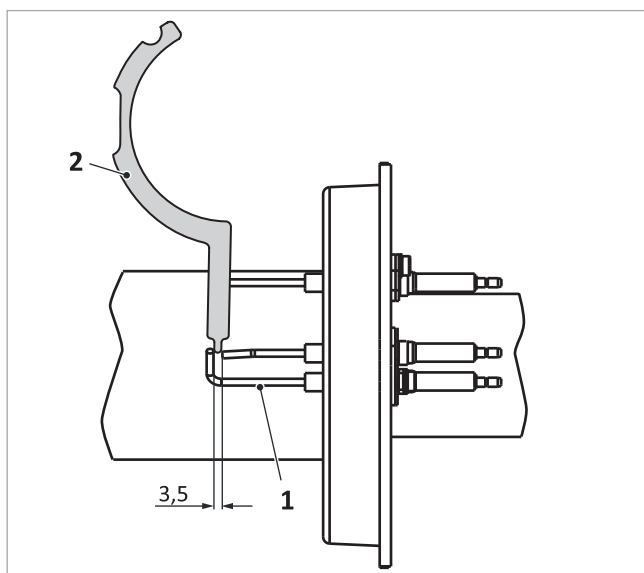

Fig. 138: Distancia entre electrodo a tierra y el electrodo de encendido
1. Compruebe la distancia entre los electrodos de ionización con un calibre de electrodos ➔ fig. 138 (2) y si es
- Electrodo entre sí → fig. 138 (1): 3,5 mm